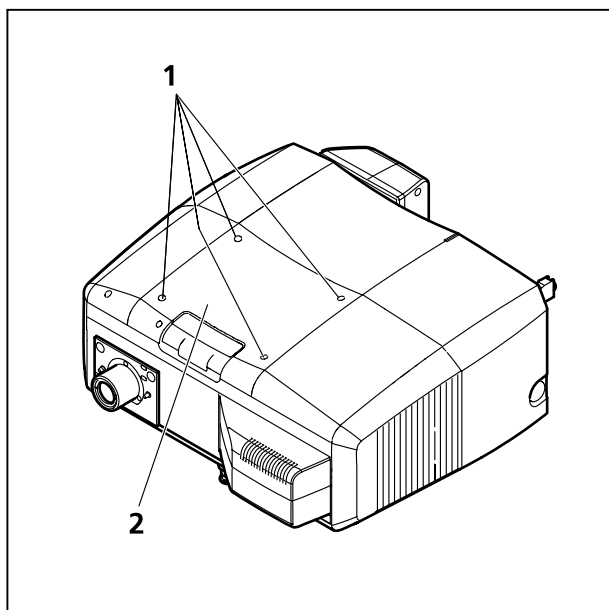

Fig. 1-27 Desmontaje de la tapa
- Afloje los cuatro tornillos de sujeción (Fig. 1-27/1).
- Quite la tapa del módulo de barrido (Fig. 1-27/2).